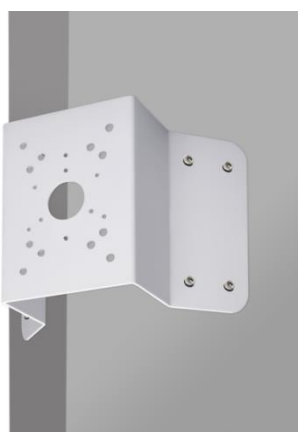

Рисунок 5.12 – Определение точек крепления кронштейна на установочной поверхности
1. Используя угловой кронштейн, отметьте точки крепления на установочной поверхности (Рисунок 5.12) и просверлите 4 отверстия (диаметр 8 мм, глубина не менее 65 мм) в установочной поверхности.